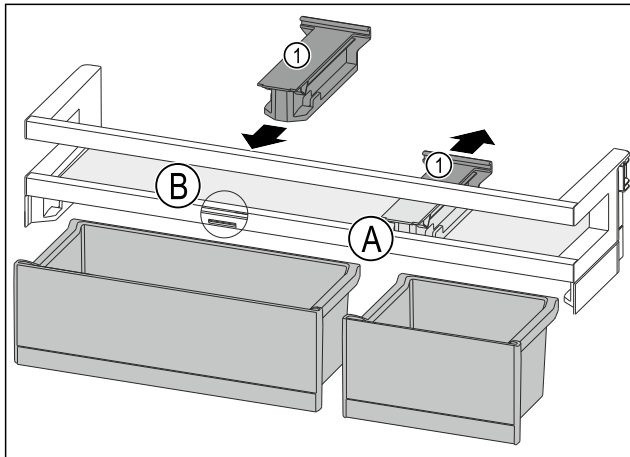

Fig. 95
- ▶ Снимите крепление Fig. 95 (1) в позиции Fig. 95 (A), отодвинув его назад.
- ▶ Установите крепление Fig. 95 (1) в позиции Fig. 95 (B).